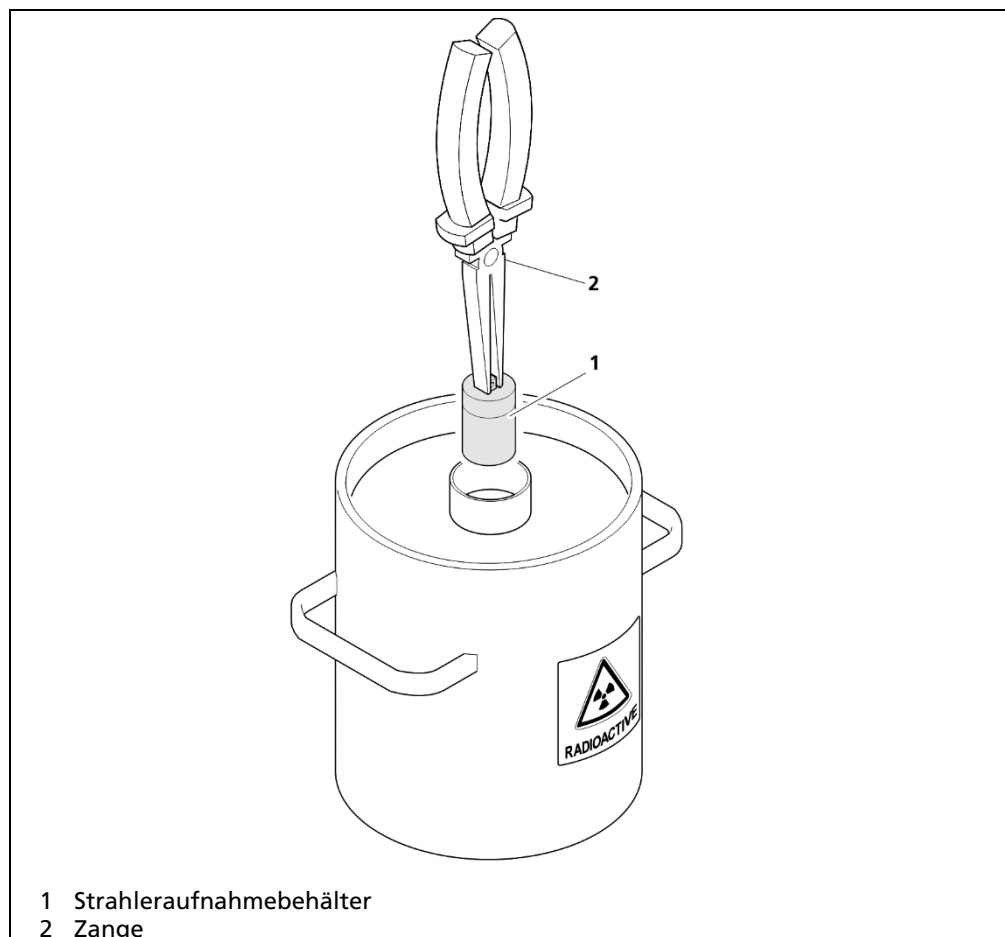

Abb. 10 Strahler in die Transportabschirmung einsetzen
2. Setzen Sie den Strahleraufnahmebehälter (Abb. 10, Pos.1) mit der Zange o.ä. (Abb. 10, Pos.2) schnellstmöglich in die Abschirmung ein.